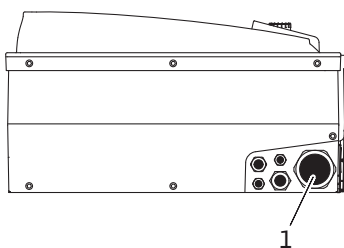

Рис. 23: Кабельный ввод M25/M40
- Кабель для подключения к сети нужно проводить через кабельный ввод M25/M40 (рис. 23, поз. 1).